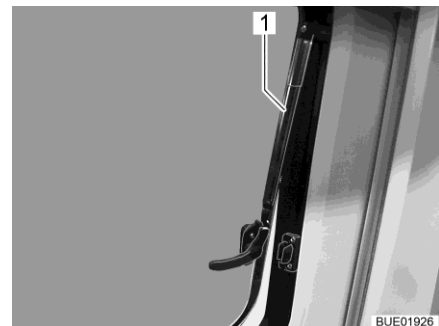

Fig. 20 Ventana abatible con soporte automático
- Abrir la ventana abatible hasta la posición deseada. Dejar que la ventana abatible engatille automáticamente con el soporte automático (Fig. 20,1).